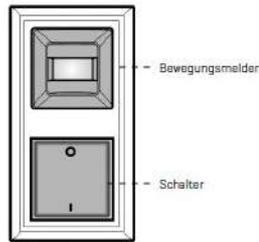

Abb. 7 Einstellungen
- \* Funktionsschalter: Auf mittlere Position AUTO (Abb. 7)